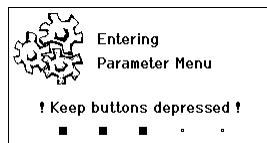

Fig. 11
1. Håll knapparna **4 och 1** eller **4 och 2** nedtryckta samtidigt. När apparaten växlar till parametermenyn visas följande meddelande på displayen (se även fig. 11): "Växlar till parametermeny" "Håll knappar nedtryckta".
2. Välj menypunkt med klickhjulet (5).